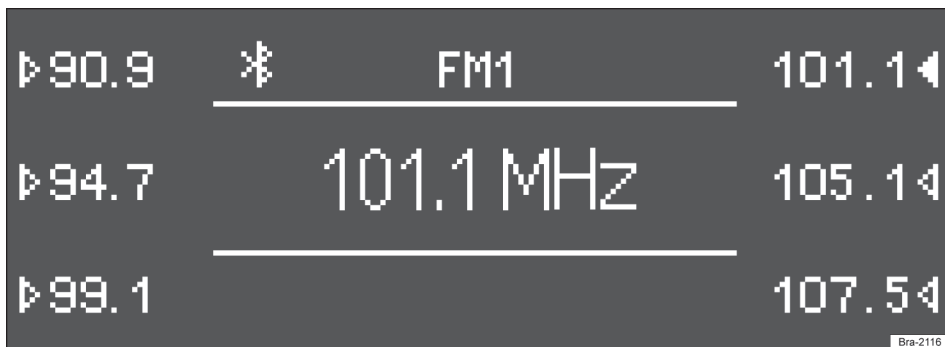

Fig. 150 Estações salvas nos botões de estação do nível de memória FM1.
- A estação atualmente ajustada (na → Fig. 150: 101.1 MHz) é, então, salva neste botão de estação.